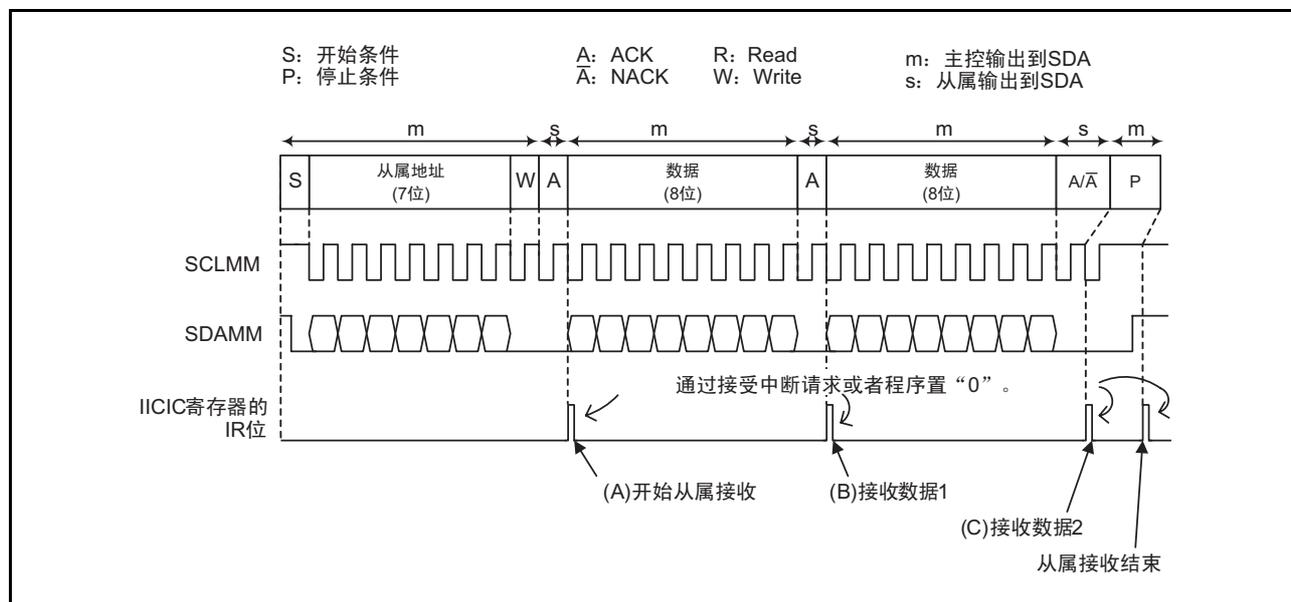

图 25.19 从属接收的运行例子
以下说明从属接收的步骤和运行。从属接收的运行例子如图 25.19 所示，假设已经进行“25.3.10.1 初始设定”，并且图中的 (A) ~ (C) 表示分别执行以下程序的步骤。